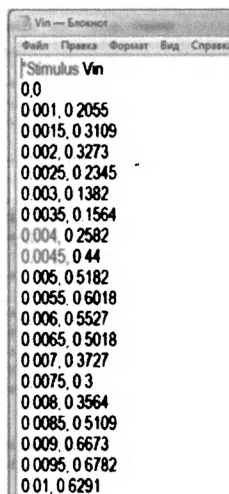

Рис. 8.19. Файл стимула
2. В «Блокноте» набираем данные о форме сигнала и комментарий Stimulus Vin со знаком \* (рис. 8.19). Сохраняем файл в C:\Stimulus\PICDET\Vin.txt и вводим этот путь в схему модели источника напряжения стимула.